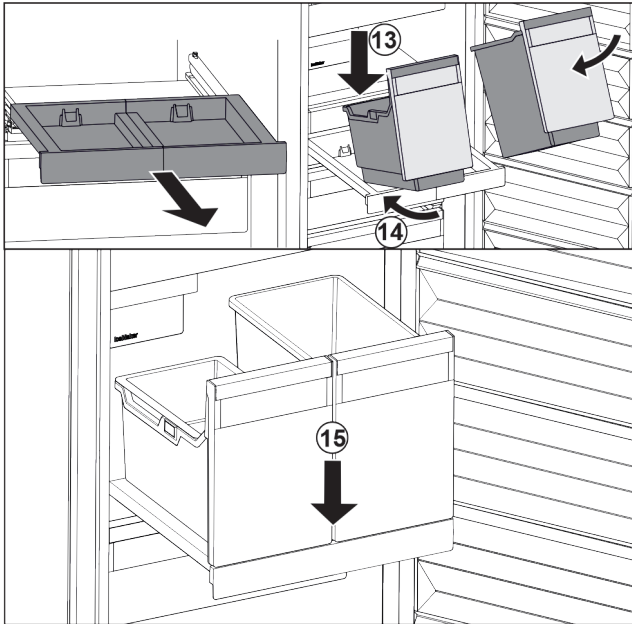

Fig. 29
- ▶ Behälter schräg auf das Auszugsbord aufsetzen. Fig. 29 (13)
- ▶ Behälter schräg nach hinten einschieben. Fig. 29 (14)
- ▶ Behälter vorne absetzen. Fig. 29 (15)